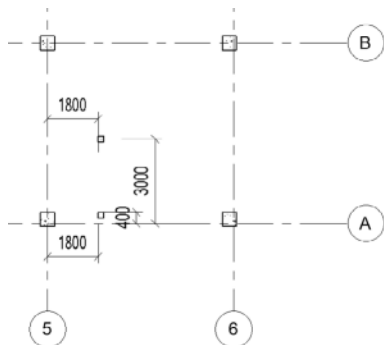

图 15-21 放置“200×200mm”柱
(13) 在轴网上布置“200×200mm”类型的柱，然后调整柱的位置，具体尺寸如图 15-21 所示。